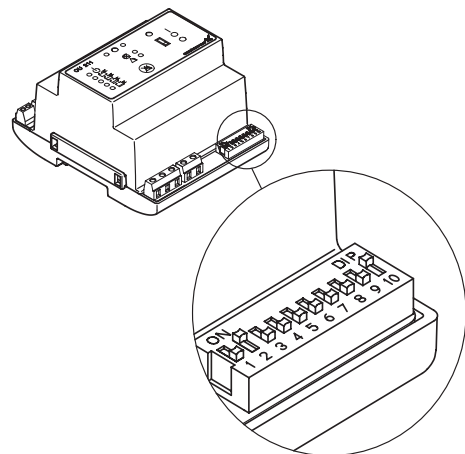

Рис. 7 DIP-переключатели модуля CU 214
В модуль CU 214 входит 10-контактный блок переключателей, расположенный в нижнем правом углу, см. рис. 7.
Настройте блок переключателей, как показано на рис. 7. Каждый отдельный переключатель (от 1 до 10) может быть установлен в положение ВЫКЛ (OFF) или ВКЛ (ON).